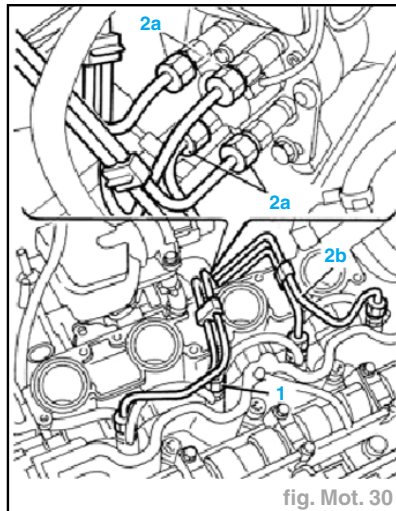

fig. Mot. 30
- Dévisser les raccords (**1**) des tuyaux rigides d'alimentation sur les injecteurs (fig. Mot. 30).